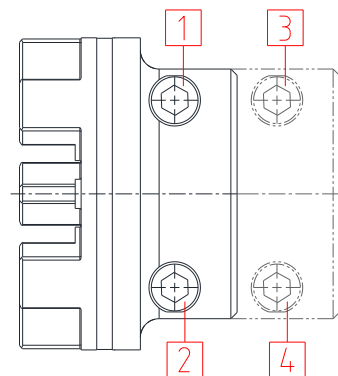

Bild 14: Åtdragning av skruvarna
- Säkra DH-klämnaven genom åtdragning växelvis och stegvis av klämskruvarna (se bild 14). Börja då i det första steget med 1/3, i det andra steget med 2/3 och i det sista steget med fullt åtdragningsmoment. Skruvarna skall dras åt med lämplig momentnyckel till de i tabell 3 angivna åtdragningsmomenten  $T_A$ . Till sist: dra efter alla skruvar tills att fullt åtdragningsmoment har uppnåtts för alla skruvar.